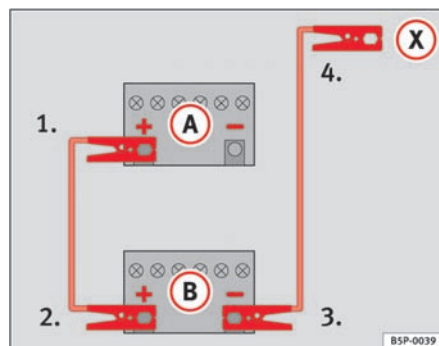

Fig. 148 Sådan skal startkablerne sættes på.
På ⇒ fig. 148 er (A) det afladede batteri og (B) det strømgivende batteri.
1. Forbind den ene ende af det røde startkabel til pluspolen ⇒ fig. 148 (+) i bilen med det afladede batteri ⇒ ⚠.
4. Forbind den anden ende af det sorte startkabel (X) til en massiv metaldel, der er skruet fast på motorblokken, eller på selve motorblokken i bilen med det afladede batteri. Forbind det ikke til et sted nær batteriet ⇒ ⚠.